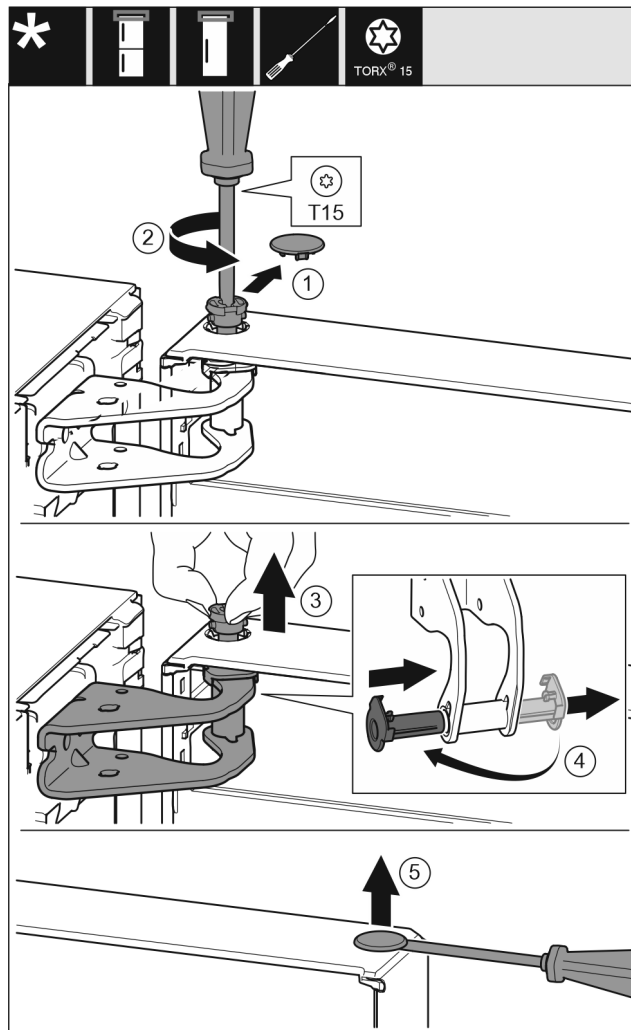

Fig. 7
- 小心拆下安全盖。Fig. 7 (1)
- 用 T15 螺丝刀拧下一枚螺栓。Fig. 7 (2)
- 抓紧门并用手指拔出螺栓。Fig. 7 (3)
- 将轴衬从导向装置拉出。从另一边装入并卡到位。Fig. 7 (4)
- 用带槽螺丝刀小心地从门轴衬上提起堵头并将其拉出。Fig. 7 (5)